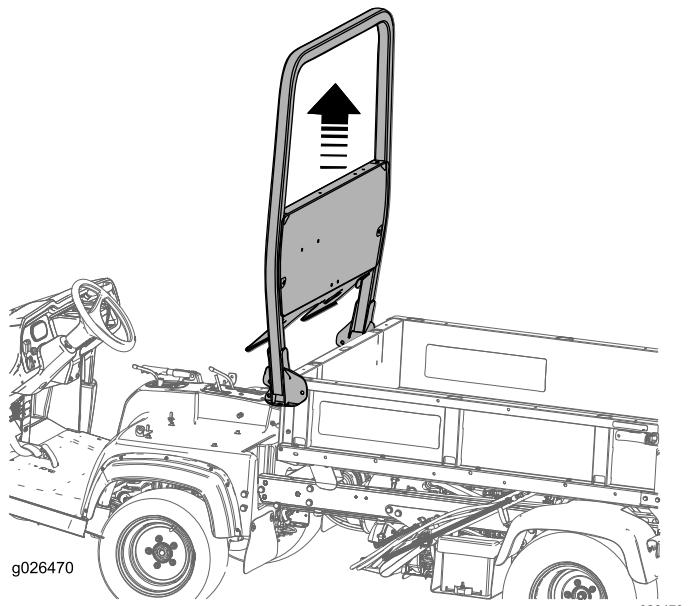
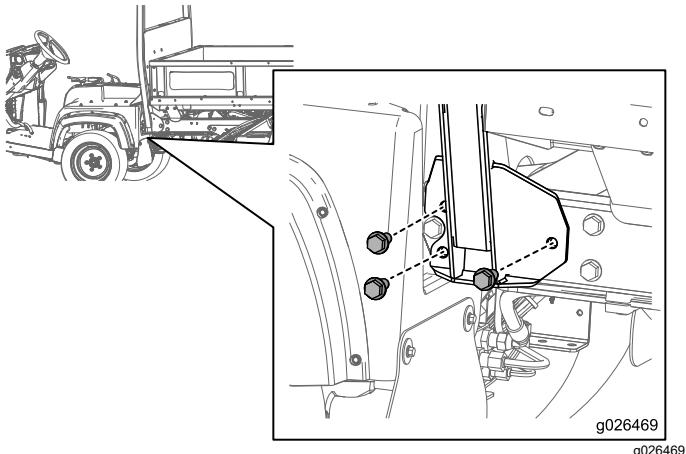

Figura 10
Figura 9
1. Rimuovete i 6 bulloni che fissano il gruppo ROPS al telaio della macchina come illustrato nella Figura 9 e nella Figura 10.